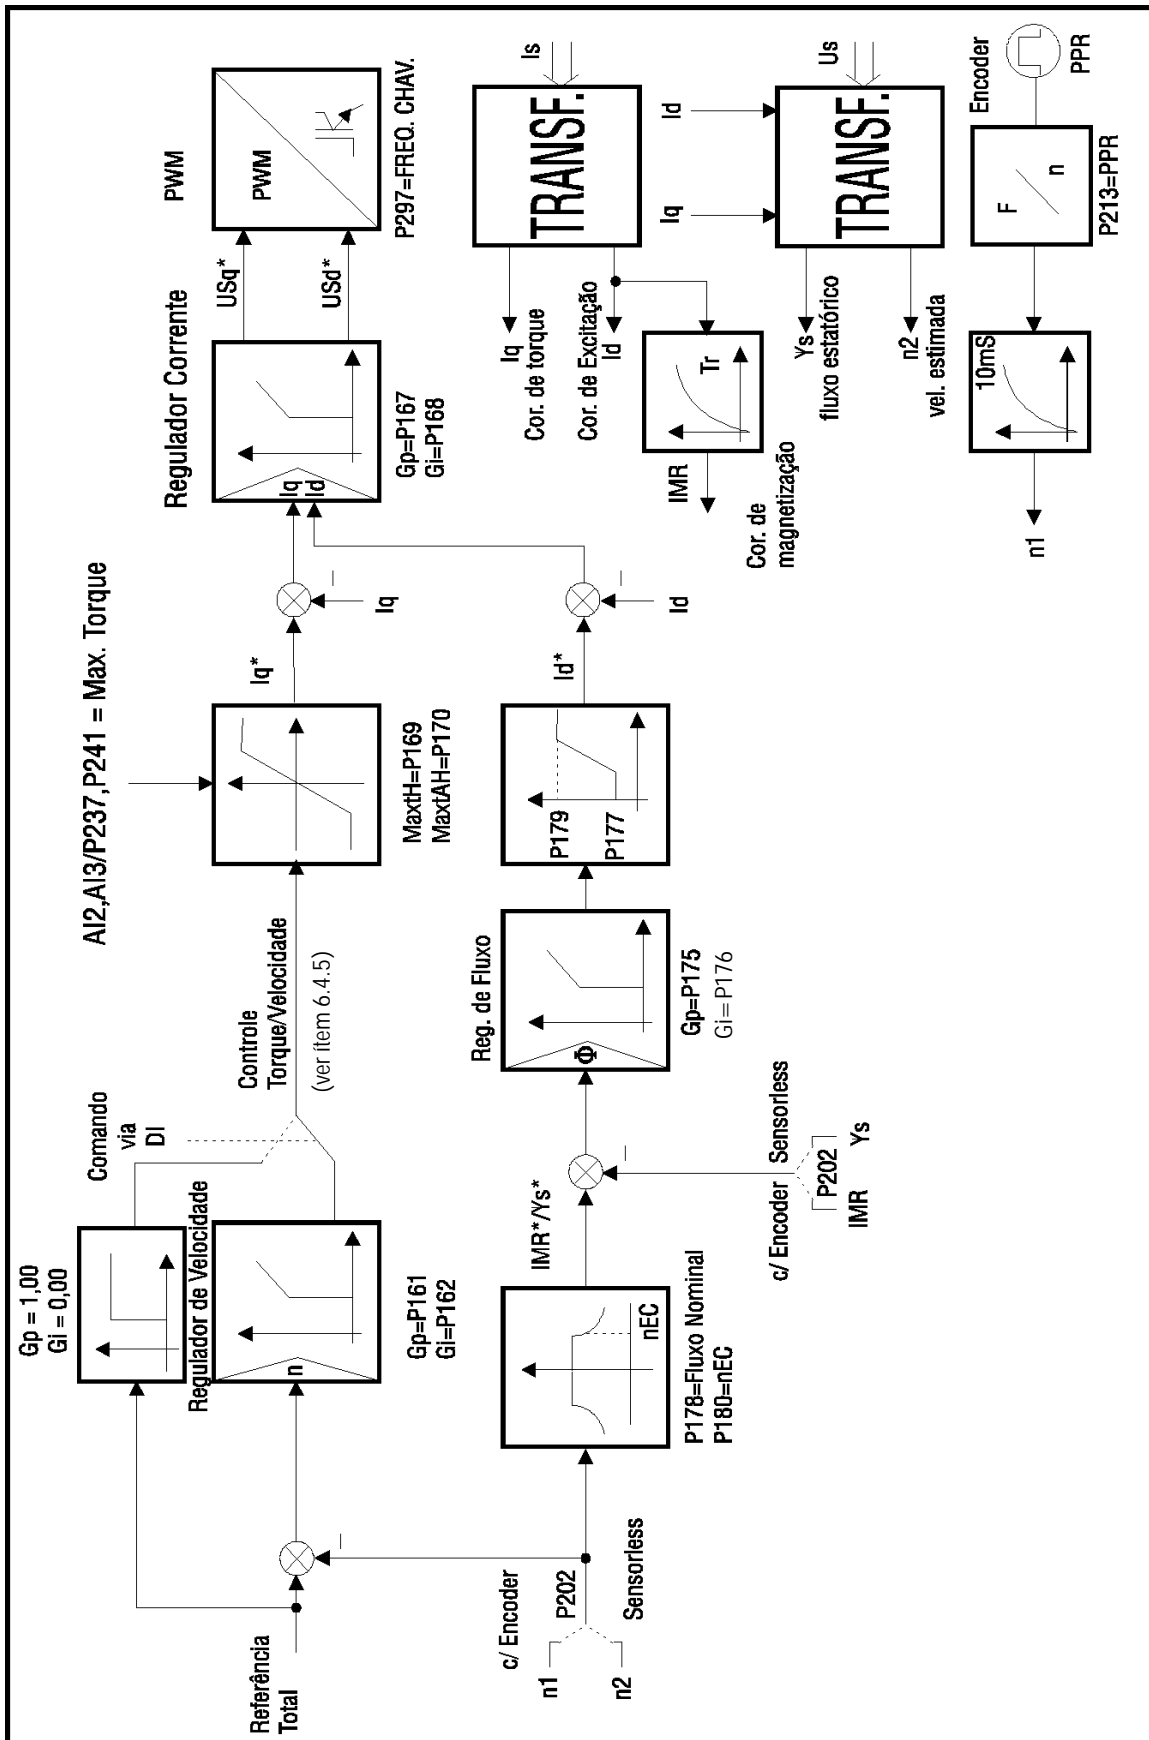

Figura 6.9 - Blocodiagrama de controle do CFW-06
- A opção "Max Torque" permite o controle do limite da corrente de torque P169, P170, pela entrada analógica AI2 ou AI3. P169, P170 tornam-se parâmetros apenas de leitura, neste caso. Ver figura 6.9.
erro de velocidade= sinal de referência, (ver figura 6.9).